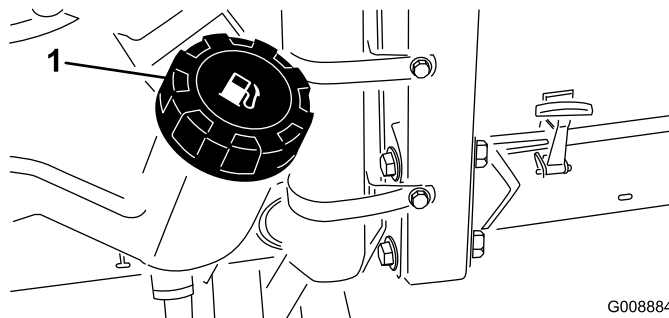

Figura 22
1. Limpe a zona em torno do tampão do depósito de combustível (Figura 22).